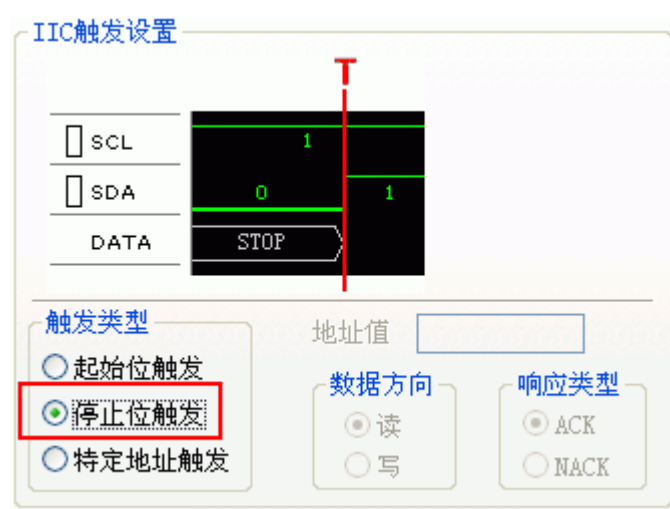

图 10.33 设置 UART 数据触发
2. 设置UART数据触发。在该实验中，设置该项条件作为触发条件，即是当UART发送了某一特定数据时才触发。查找ASCII表，字符 'H' 的ASCII值是0x48。所以在输入0x48。当UART发送了0x48('H') 时触发。精度选择参加UART触发设置说明。设置如图 10.33所示。